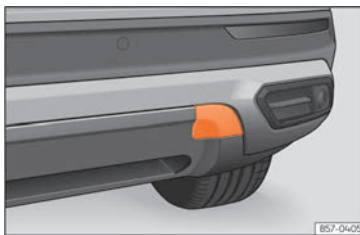

Abb. 199 Auf der rechten Seite des hinteren Stoßfängers: Abdeckung entfernen.
Die Abschleppöse wird in die hinter einer Abdeckung auf der rechten Seite des hinteren Stoßfängers befindliche Aufnahme eingeschraubt » (Abb. 199).
- Drücken Sie auf den oberen Bereich der Abdeckung » (Abb. 199) und klinken Sie diese aus.